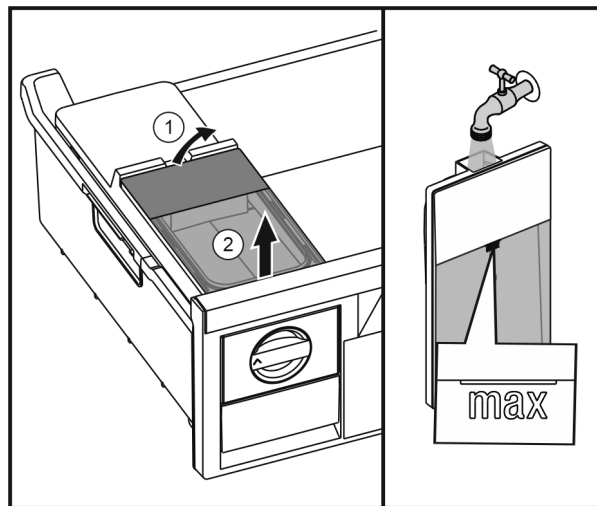

Fig. 23
- Nadvihnite nádržku na vodu zozadu Fig. 23 (1) a odoberte ju nahor Fig. 23 (2).